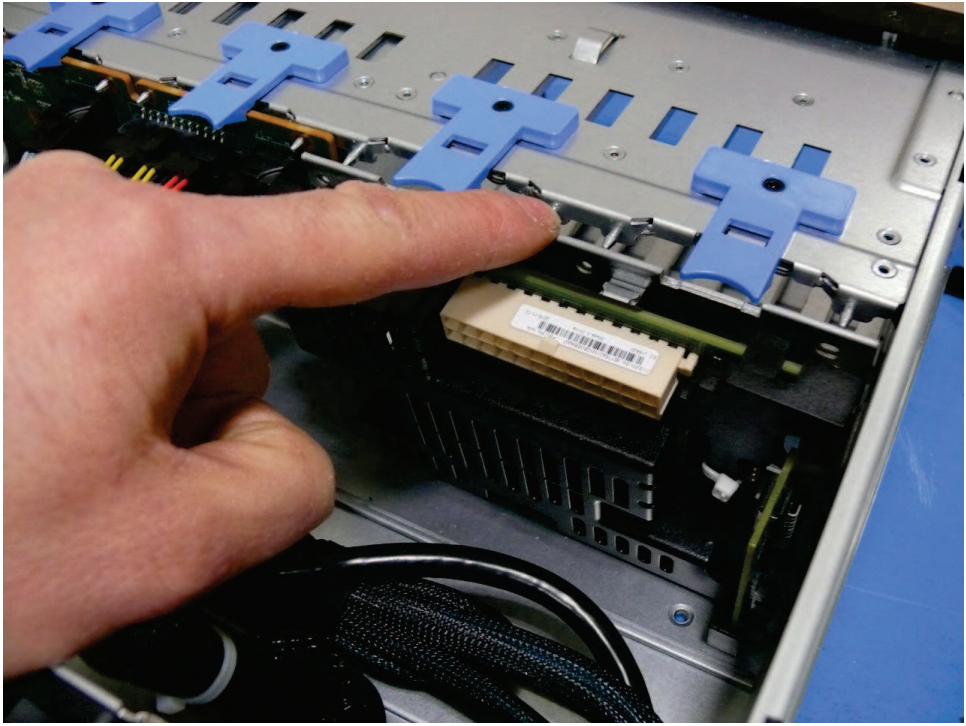

图 112. 2145-SV1 机箱中的电池底板
6. 将电池底板的较低边缘安装到机箱中。并将顶部推入位置，直到其锁定到位，如图 112 中所示。